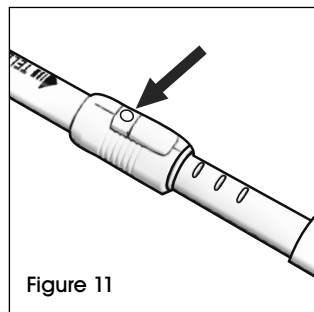

Figure 11
4. Pour allonger la portée de nettoyage du tube rallonge, appuyez sur le bouton gris foncé le plus proche de la poignée, et tirez sur la section extérieure du tube rallonge. Effectuez la procédure inverse avant de remettre le tube rallonge en position de rangement. (Voir Figure 11)